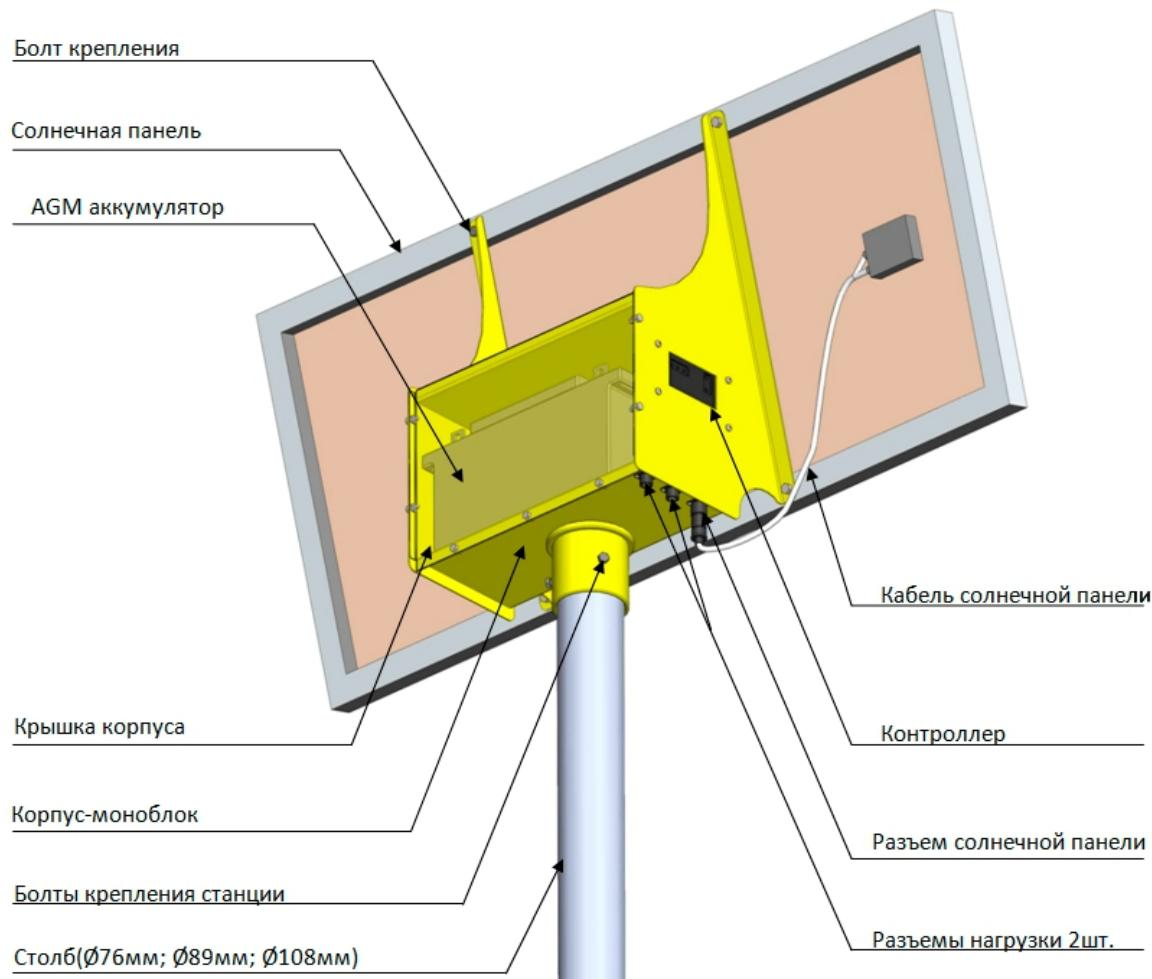
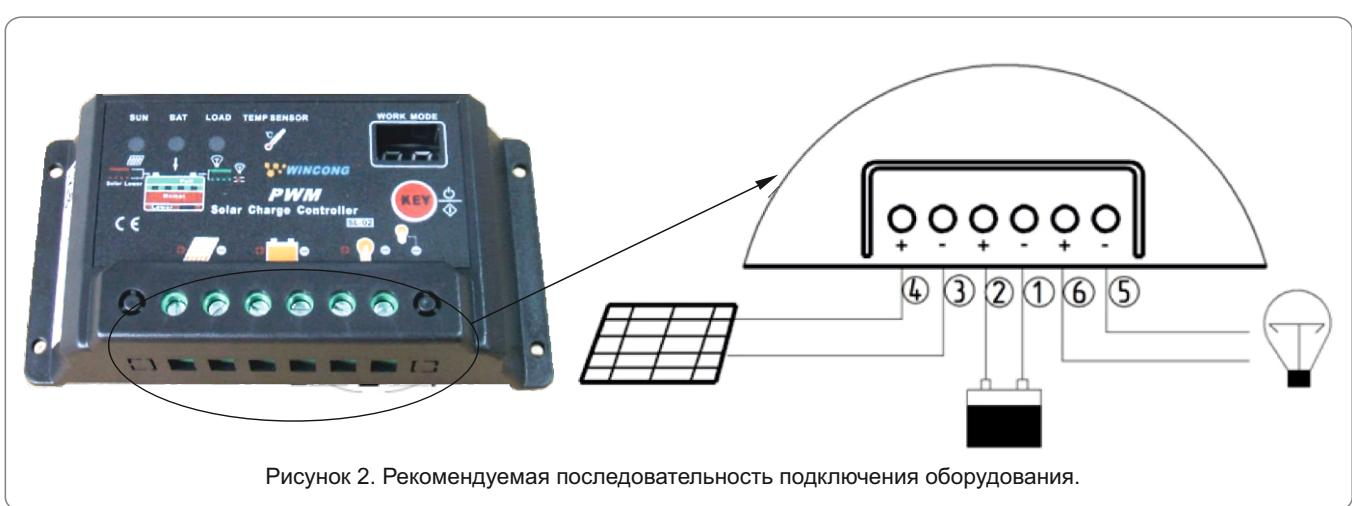

Рис. 1. Устройство Солнечной электростанции.
Рисунок 2. Рекомендуемая последовательность подключения оборудования.
3. Подсоединить к клеммам аккумулятора кабель, идущий от клемм контроллера 1 и 2 (рисунок 2).
8. Подключить кабель солнечной панели к ответному разъему солнечной электростанции (рисунок 1), идущему от клемм контроллера 3 и 4 (рисунок 2);
9. Подключить кабель нагрузки к ответному разъему солнечной электростанции (рисунок 1), идущему от клемм контроллера 5 и 6 (рисунок 2).